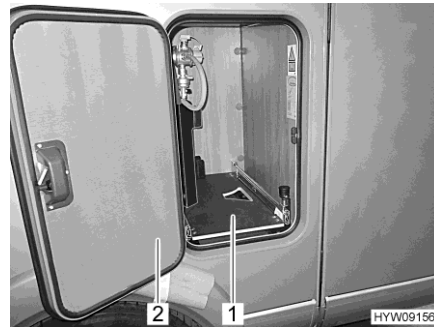

Fig. 83 Dispositivo de extracción de caja para bombonas de gas
- Abrir la trampilla (Fig. 83,2) de la caja para bombonas de gas.
- Extraer el dispositivo de extracción de caja para bombonas de gas (Fig. 83,1) hasta que el pomo vuelva a engatillar. Ahora, el dispositivo de extracción de caja para bombonas de gas estará engatillado en esta posición.